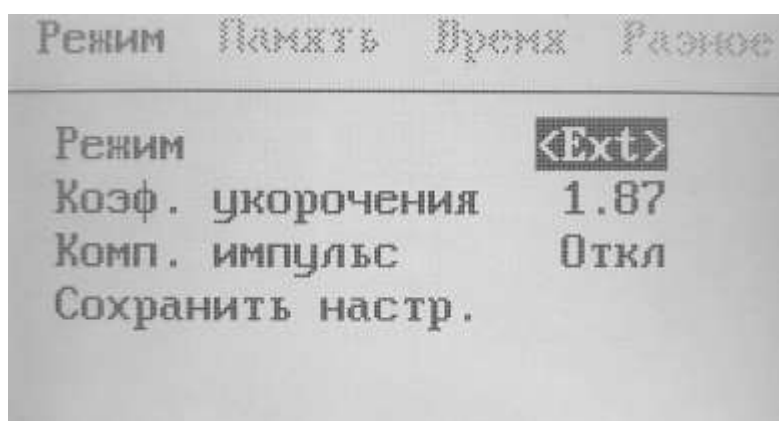

Рис. 22
- кнопками «Страница меню ◀, ▶» активизировать подменю «Режим» и в нем установить требуемые параметры рис. 22
- кнопками «▲, ▼ Синхронизация» выбрать уровень синхронизации, при котором будет отображаться рефлектограмма (рис.22) после каждого срабатывания ГАУВ;